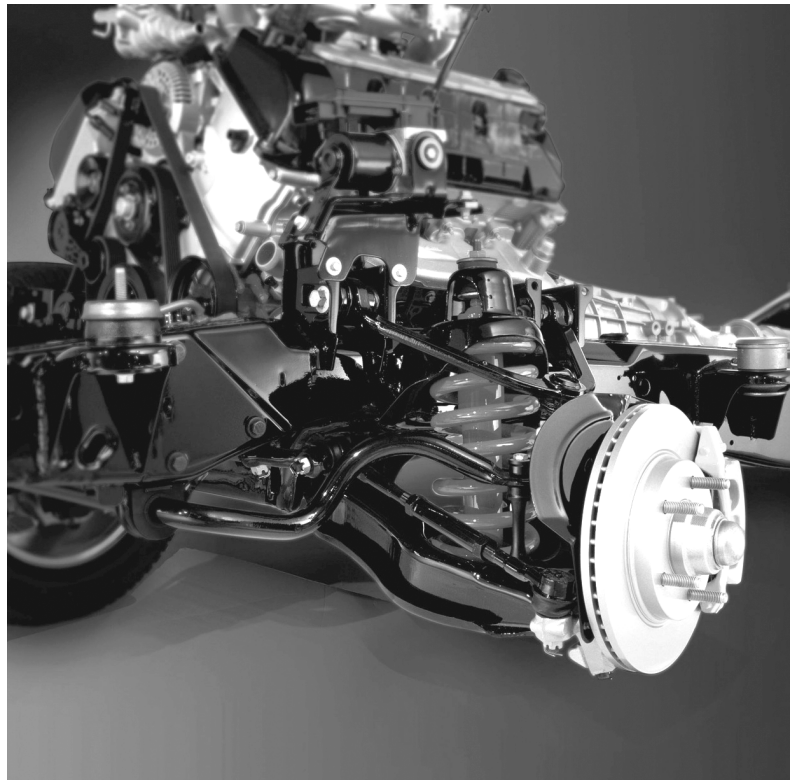

Figura 2.5 Sistema mecánico
- Cuando un motor no arranca, fíjese primero que haya gasolina en el tanque (Figura 2.5).